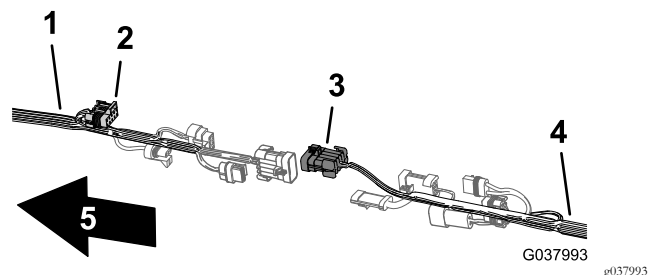

Figure 106
2. Branchez le connecteur à 10 douilles du faisceau avant pour l'interconnexion du faisceau du pulvérisateur au connecteur à 10 broches du faisceau arrière pour l'interconnexion du faisceau du pulvérisateur (Figure 106).